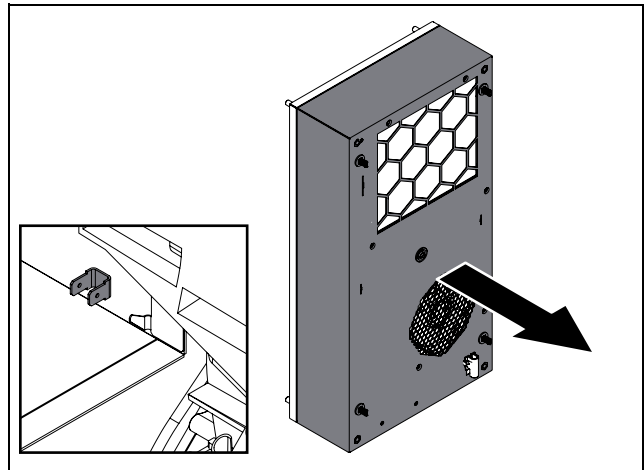

Imagen 61: Conector de puesta a tierra (imagen de ejemplo)
- Antes de colocar definitivamente la cubierta, compruebe que el conector de puesta a tierra se encuentra conectado de forma correcta al conector plano de la cubierta (imagen 61).